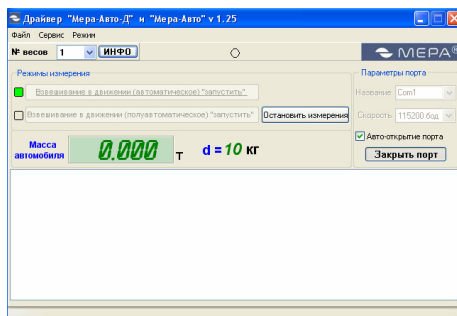

Рис. 6 Рабочая панель в режиме определения нагрузки на дорожное полотно
9.9.4.2 Для выбора режима определения нагрузки на дорожное полотно нажать на вкладку **РЕЖИМ** и выбрать **МЕРА-АВТО-Д (динамический режим)** (рис. 4), после чего на экране монитора появится рабочая панель приведенная на рис. 6.